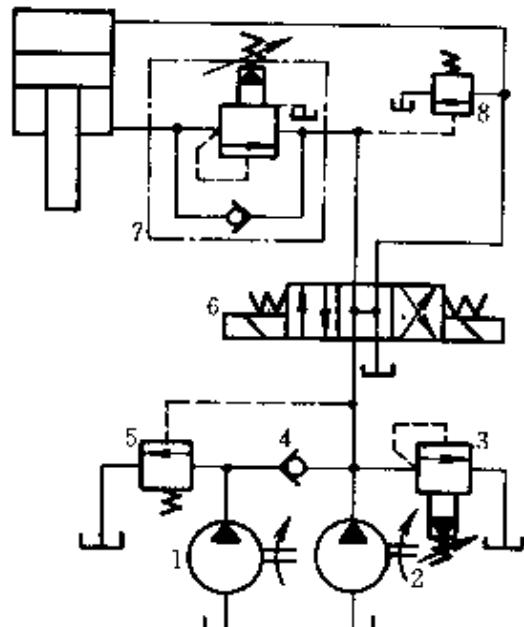

图 7-30 双泵供油液压系统
(3) 压力继电器的作用 当系统压力高于压力继电器 5 的调定压力时，压力继电器 5 发出电信号，使二位二通阀 1 通电，液压泵卸荷；当系统压力过低时，压力继电器发出信号，使二位二通电磁阀断电，使液压泵向系统供油。
**7-39 图 7-30 所示系统中的负载压力由哪个元件调节？低压大流量泵 1 向系统供油或卸荷由什么控制？单向阀 4 和液控顺序阀 5 在系统中起什么作用？**